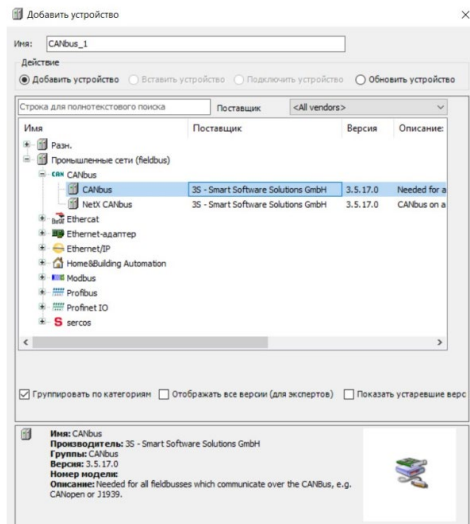

Рис.6 Добавление CANbus.
1. Для работы с модулями K15 Пользователю необходимо нажать правой кнопкой мыши на объект "Device (K15.CPU.LX1)" в дереве проекта и выбрать "Добавить устройство...". В директории "Промышленные сети > CANbus" требуется выбрать объект CANbus и двойным щелчком добавить его в дерево проекта (Рис. 6). Далее, Пользователь должен закрыть окно добавления устройств.